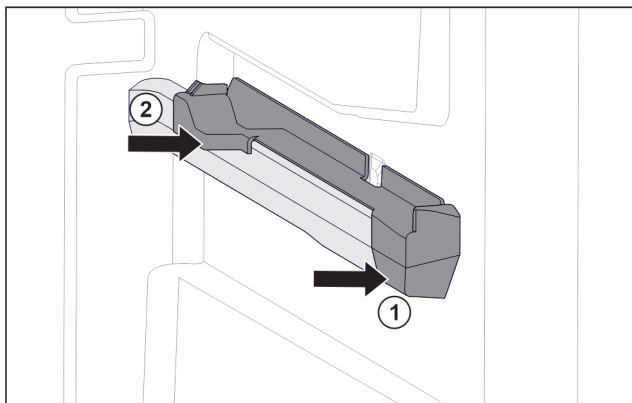

Fig. 63 Piesă de fixare pe nervura din dreapta a recipientului
- ▶ Așezați piesa de fixare în față pe nervura recipientului. Fig. 63 (1)
- ▶ Apăsăți piesa de fixare spre spate. Fig. 63 (2)